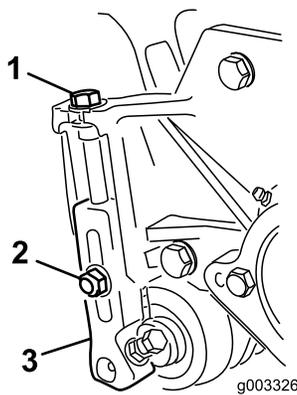

Bild 10
3. Lösen Sie die Sicherungsmuttern, mit denen die Schnitthöhenhalterungen an den Seitenplatten der Schneideinheit befestigt sind (Bild 10).